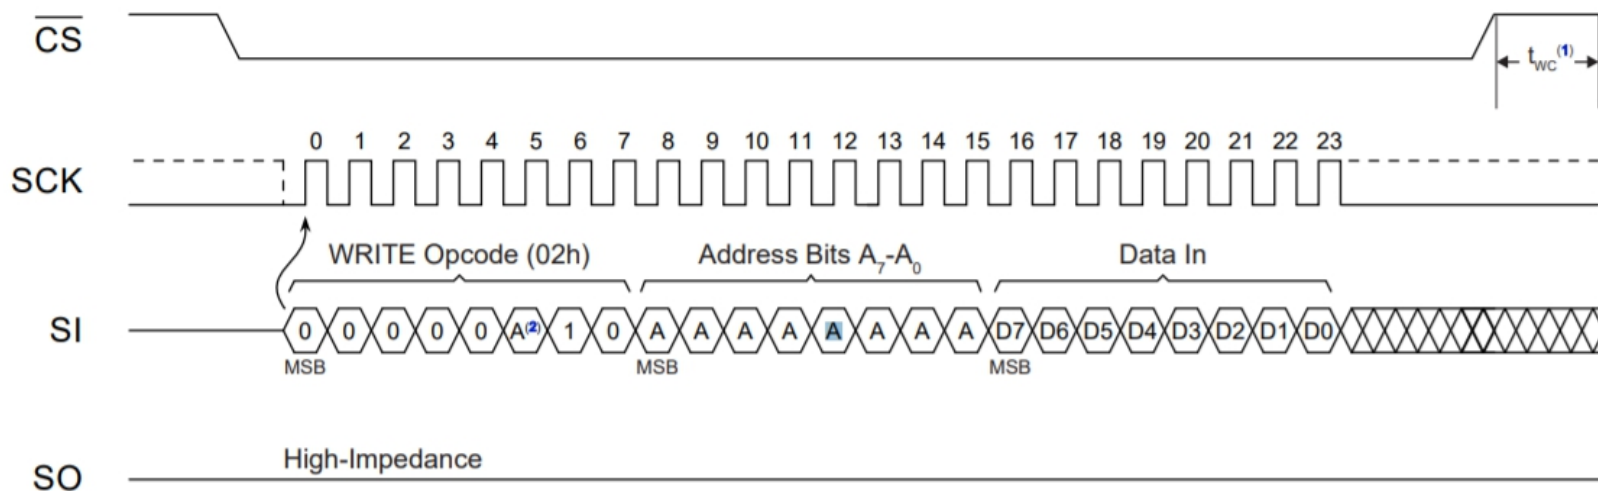

图 3-23 SPI串行EEPROM写字节时序图
- 2) 字节写: 写命令, 写地址, 写数据 (单个字节), SCK保持低电平, 在  $\overline{CS}$  由低到高的触发下返回WRDI状态。如图3-23